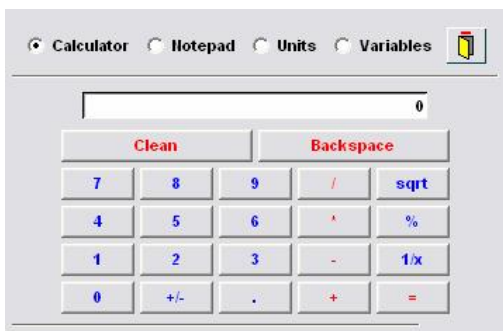

图 2-9 ICEM 中自带的小工具
(1) 设定工作目录。设定工作目录是每次使用 ICEM 的第一个操作,方便文件的保存和读取。设定方法是:File→Change Working Dir,选择工作目录。
(2) 导入几何模型。ICEM 支持多种 CAD 软件模型文件的直接导入,以航空中常用的三维建模软件 CATIA 为例,对单个零件,可以将其保存为*.model 文件,通过 File→Import Geometry→CATIA V4 导入模型;对于装配件,可以将其保存为*.igs 文件,通过 File→Import Geometry→STEP /IGES 导入模型。
(3) 查看网格信息。Info→Mesh Info,查看网格的单元数和节点数;Info→Mesh Report,生成网格报告,包含网格数目、质量等信息。
(4) 使用小工具。Info→Toolbox,可以使用计算器、记事本、单位换算等小工具,如图 2-9 所示。